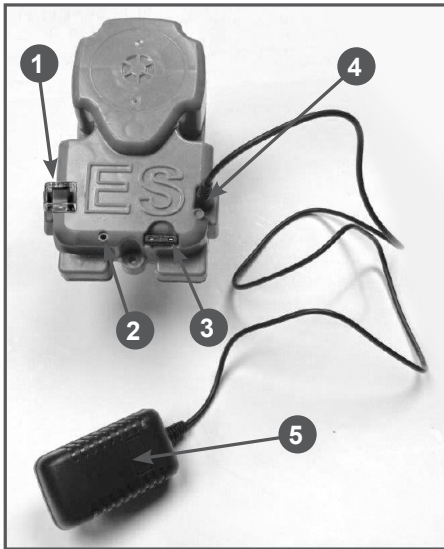

Рис. 21 Зарядка аккумулятора
Для зарядки аккумулятора необходимо подключить провод зарядного устройства к разъему 4, а блок питания 5 включить в сеть 230В (Рис. 21). Полная зарядка аккумулятора составляет 100 мин.
Индикатор 2 (Рис. 21) показывает состояние аккумулятора:
4. Выньте аккумулятор и зарядите его. Выньте предохранитель 3 (Рис. 21).